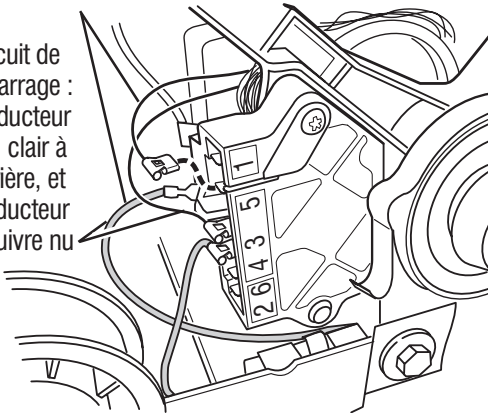

Figure 18 - Points de mesure pour le bobinage du moteur (bobinage principal et bobinage de démarrage)
9. Débrancher le connecteur du conducteur de cuivre nu de la broche 5 du commutateur noir du moteur d'entraînement. Voir figure 18, page 41.
10. En utilisant la figure 18 et le schéma des circuits de la page 50, vérifier les valeurs de résistance des bobinages du moteur (bobinage principal et bobinage de démarrage) comme montré dans le tableau suivant.